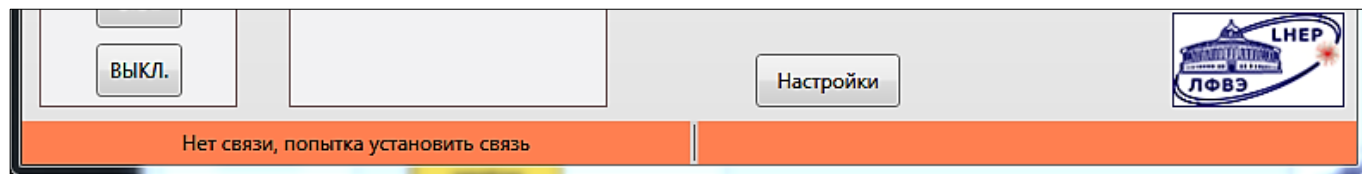

Рис. 14. Вид программы в случае отсутствия соединения
1. **Нет связи трансивером Ethernet/оптика.** В этом случае появится соответствующее сообщение в программе (рис. 14).